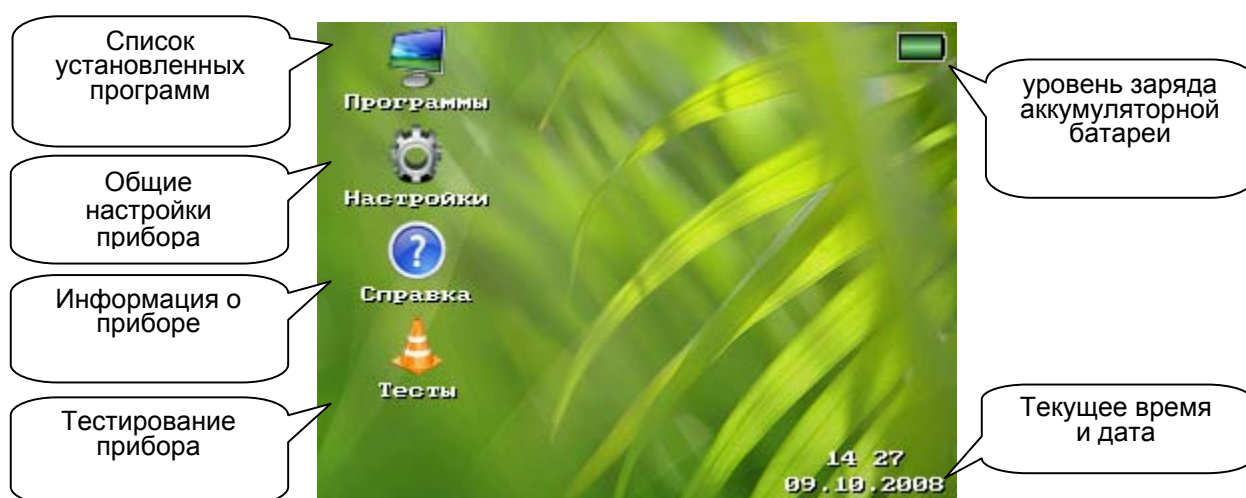

Рис. 5. Экран начальной заставки
6.1.2 Через 1-2 секунды на экране ДАМИ-С09 появится экран начальной заставки (Рис. 5). ДАМИ-С09 готов к работе.
6.1.3 Уровень заряда встроенного аккумулятора отображается в правом верхнем углу экрана начальной заставки (Рис. 5).
После включения ДАМИ-С09 на экран выводится начальная заставка (Рис. 5). В этом режиме пользователь имеет возможность: